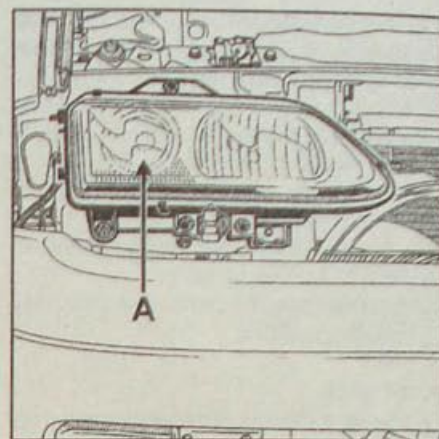

Рис. 15.26. Расположение газоразрядной лампы ближнего света типа D2S за линзой (А)
- две специальных фары, включающие классическую лампу для габаритного огня, лампу для дальнего света фар типа H7, газоразрядную лампу ближнего света типа D2S, расположенную за линзой (A, рис. 15.26);